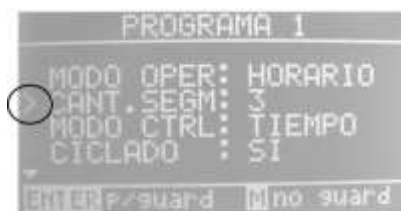

Fig.8
- 1) Desde PROGRAMA n, seleccionar con ◀▶ la opción EDITAR y presionar ↵. El parámetro próximo a ser editado aparecerá precedido por el signo > .(fig.8)